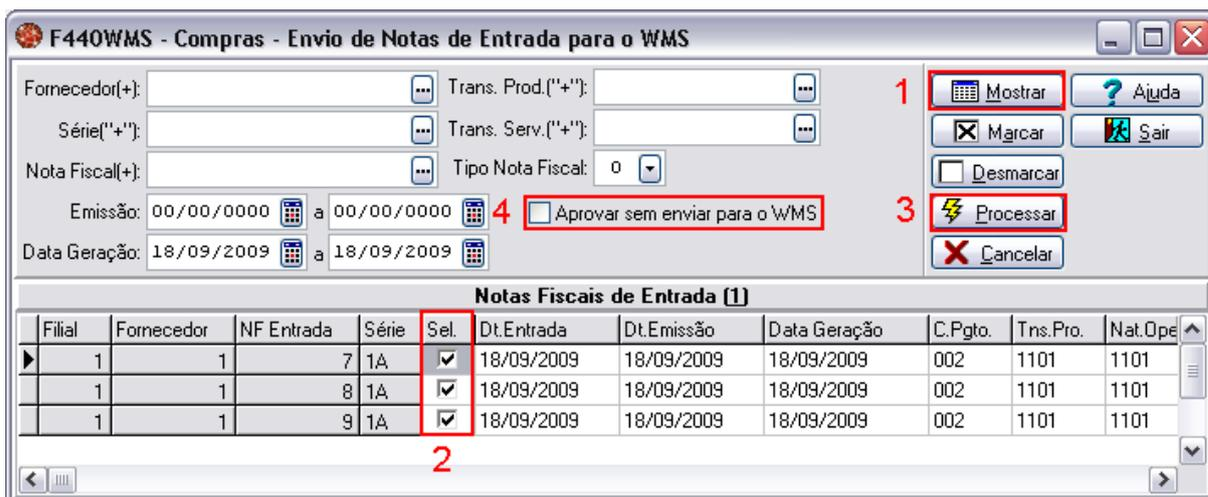

Figura 7
Envio de Notas de Remessas de Entrada (Sapiens para WMS). Este envio ocorre pelo processo 101, mas somente após ser aprovado o envio ao WMS. Após digitar as notas fiscais de entrada, o Sapiens não permite o fechamento da nota fiscal de entrada, avisando ao usuário que “Nota não foi aprovada pelo WMS. Não pode ser fechada”. A aprovação da notas para envio ao WMS no Sapiens (figura 7) pode ser realizada no caminho - Suprimentos > Gestão de Recebimento > Notas Fiscais de Entrada > Liberação p/ envio ao WMS (tela F440WMS). Preencha os campos conforme sua necessidade e pressione o botão “Mostrar” (1), em seguida devem ser selecionadas as notas fiscais de entrada a serem liberadas para o WMS (2) e pressione o botão “Processar” (3). Agora basta apenas que o processo automático seja executado para que a nota seja enviada.